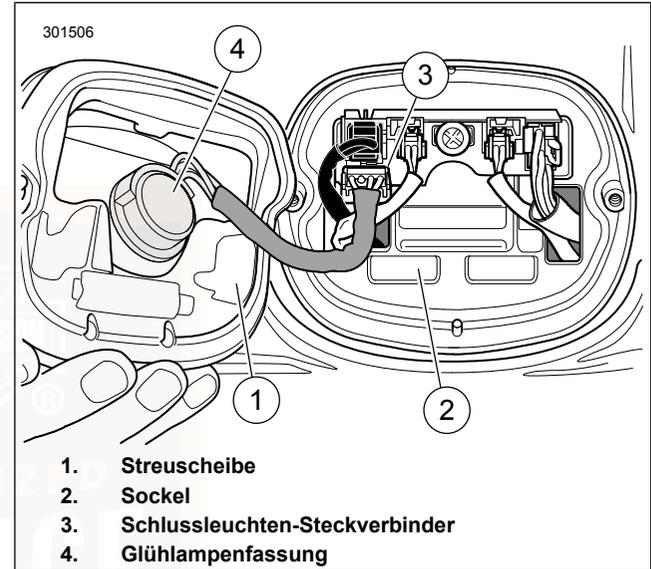

Abbildung 102. Schlussleuchtenbaugruppe
2. Siehe Abbildung 102. Den Schlussleuchten-Steckverbinder (3) abklemmen.
3. Die Glühlampenfassung (4) um eine Vierteldrehung nach links drehen und aus der Schlussleuchte nehmen. Die Glühlampe entfernen.
2. Siehe Abbildung 102. Fassung (4) in die Schlussleuchtenbaulampe einstecken. Eine Vierteldrehung im Uhrzeigersinn drehen.
3. Den Schlussleuchten-Steckverbinder (3) einstecken.